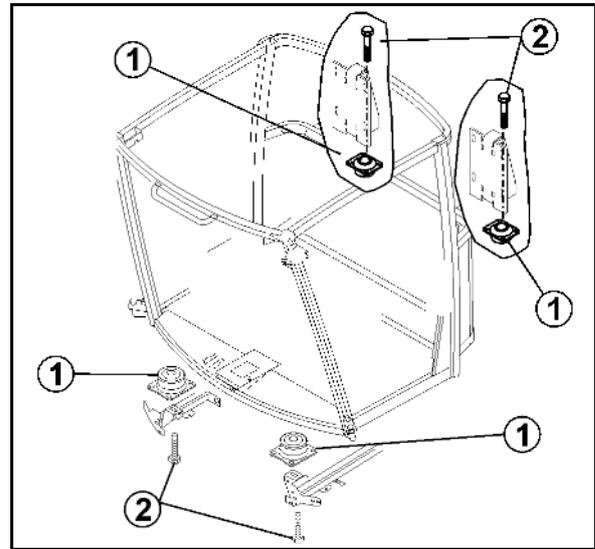

Fig. 190
1. Desmontar la rejilla del aire de circulación (Fig. 190/1).